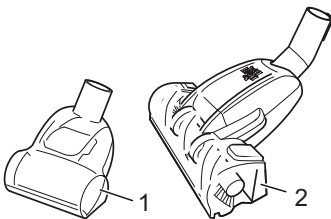

Abb. 8
■ **„Fellino“ Mini-Turbobürste (Abb. 8/1):** Diese dient zum Saugen unempfindlicher Polster, Läufer, Fußmatten und dergleichen.
■ **„Fello“ Tierhaar-Turbobürste (Abb. 8/2):** Diese dient zum Saugen *unempfindlicher* Teppiche, Läufer, Fußmatten und dergleichen.